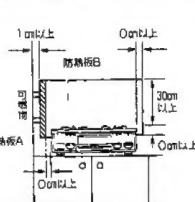

図2
- 機器の側面および背面が可燃性の壁から15cm以上離せない場合。(図2)